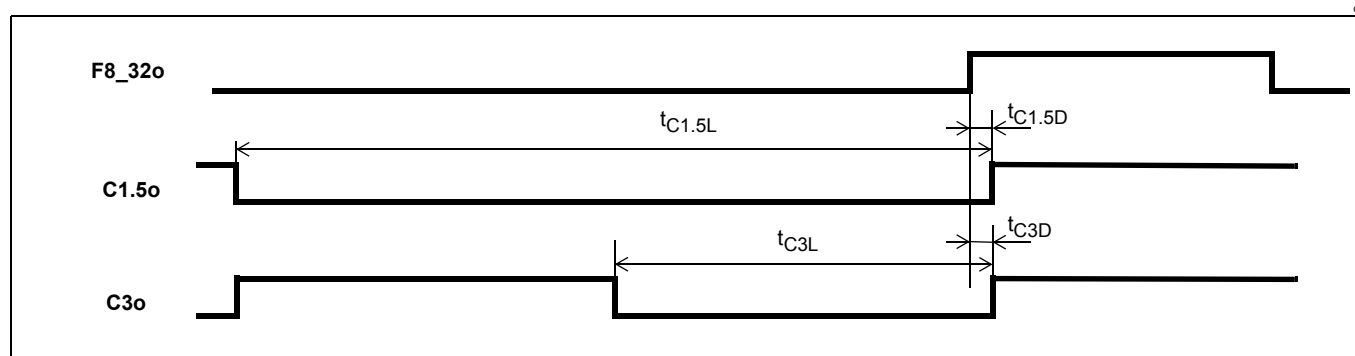

Figure 27 - DS1 Output Timing Referenced to F8/F32o
**AC Electrical Characteristics\* - DS1 output timing (see Figure 27).**